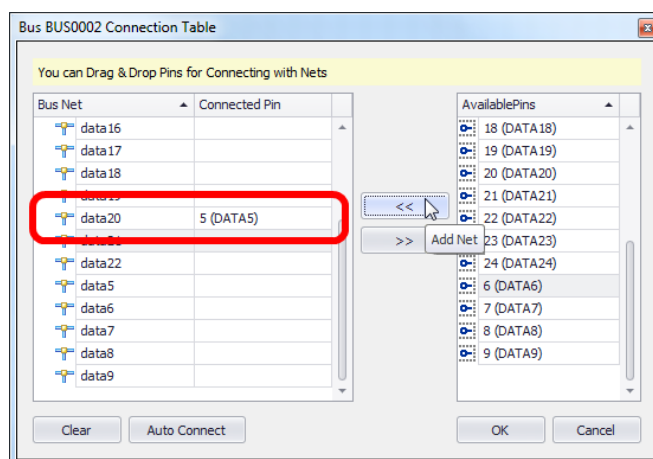

Рис. 525. Соответствие между цепью и контактом установлено
2. Нажать на кнопку «<<<», расположенную в центральной части окна, будет установлено соответствие между контактом и цепью Рис. 525.